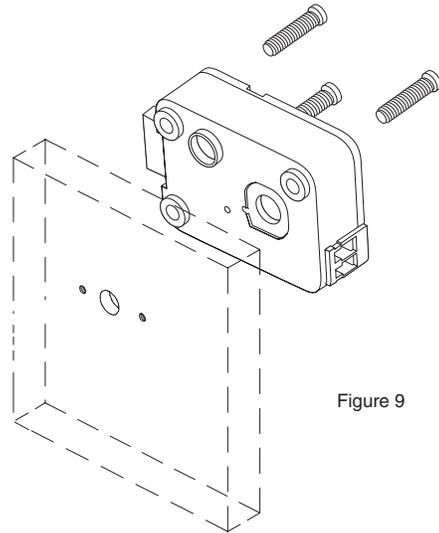

Figure 9
4. Fixez la serrure au moyen des trois vis 1/4-20 (système impérial)/M6X1 (système métrique). Le couple recommandé pour le montage des vis sur la serrure à pêne à bascule est 30 po/lb (3,4 N•m) (figure 9).